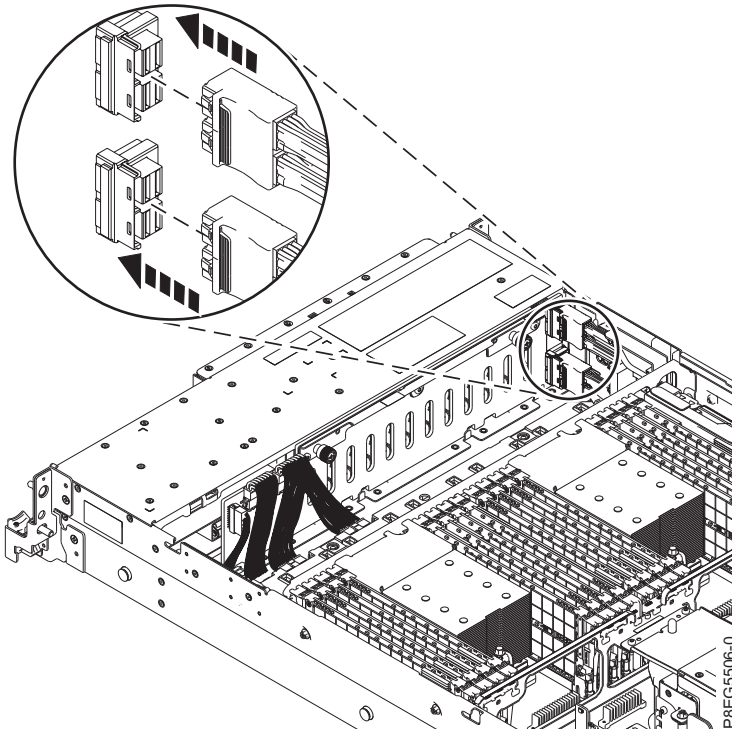

Figure 9. Reconnexion des câbles SAS avant
7. Reconnectez le câble SAS avant au fond de panier d'unité de disque, comme indiqué dans la figure 9, à la page 10. Appuyez sur le connecteur jusqu'à ce que vous entendiez un clic.